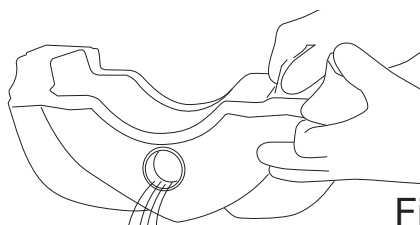

Fig.24
- Tøm ut innholdet i tanken fra den framre åpningen (fig. 24).